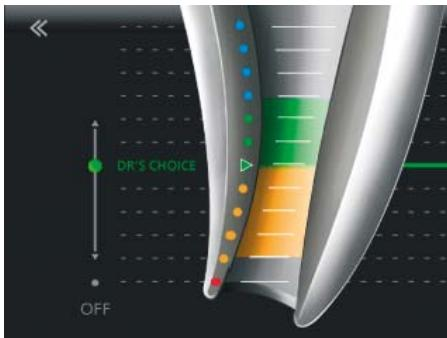

Fig. 23 DR'S CHOICE er indstillet
- Indstilling af den variable apikallinje på den foretrakne position, f.eks. ved den sidste grønne bjælke (fig. 23).